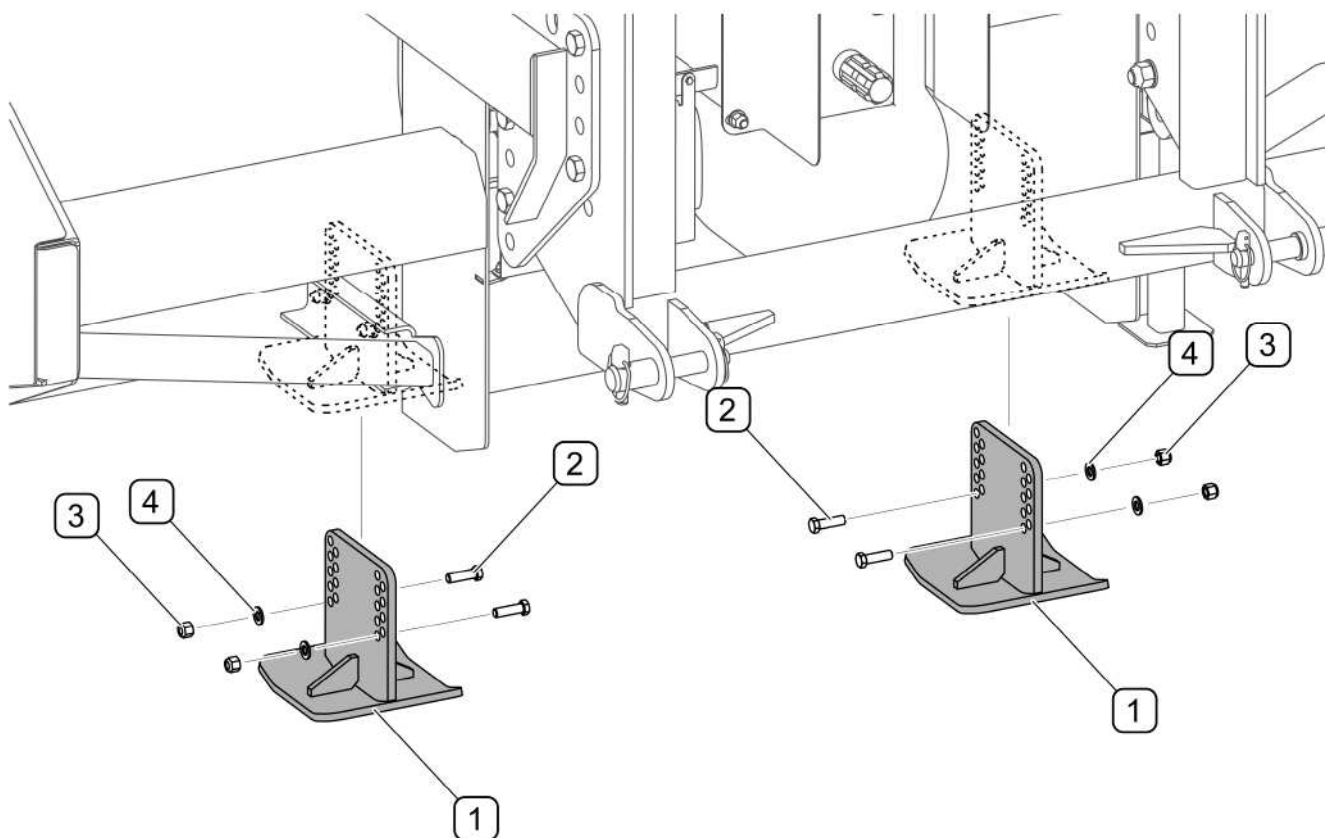

РИСУНОК 5.6 Замена полозьев
Отработанные и поврежденные полозья нужно заменить новыми. Для этого нужно поднять снегоочиститель и поставить на стабильные и прочные упоры. Если машина навешена и поднята на системе навески, то необходимо дополнительно предохранить его от оседания, □выключить двигатель транспортного средства и поставить на стояночный тормоз. Отвинтить гайки (4), вынуть болты (3) крепления полозьев (1) к раме (РИСУНОК 5.6). Перечень рабочих элементов полозьев с номерами в каталоге представлен в ТАБЛИЦА 5.3.